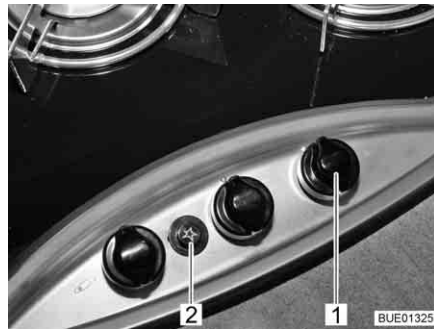

Fig. 180 Boutons de commande pour le réchaud à gaz
- Tourner le bouton tournant (Fig. 180,1) du brûleur désiré en position d'allumage (grande flamme).
- Appuyer sur le bouton d'allumage (Fig. 180,2). Le brûleur produit des étincelles.